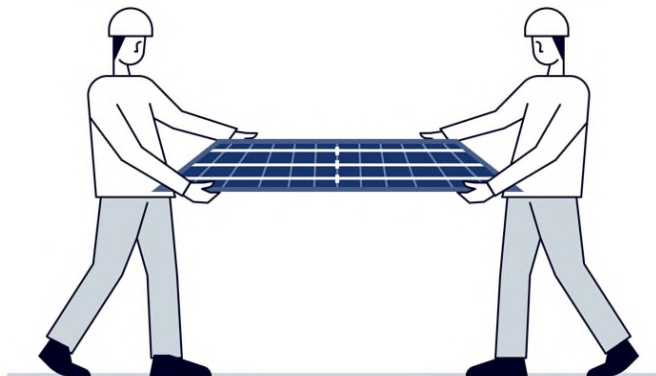

Figura 17: Maneggiamento dei moduli.
- g) I moduli FV devono essere afferrati dalla cornice in alluminio con due mani (Figura 17).